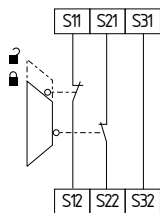

Fig. 14
**Circuito di sorveglianza porta di protezione a due canali con dispositivi di blocco secondo EN ISO 14119 (vedere Fig. 14)**